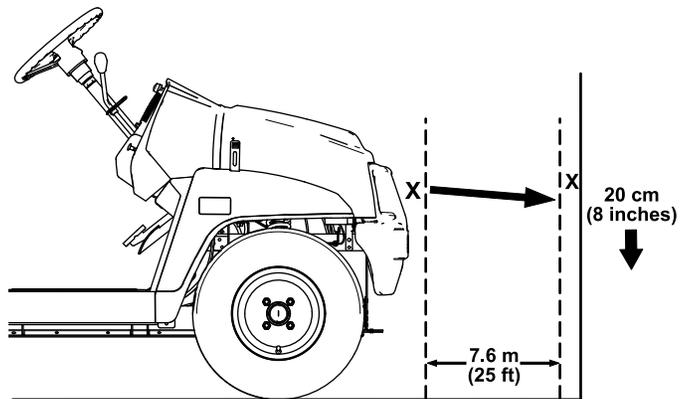

図 51
- 平らな場所で、ヘッドライトを壁に向け、ライトと壁の距離が 7.6 m 程度になるように駐車する 図 51。
ヘッドライトのビームの最も明るい部分が、壁に付けた印の約 20 cm 下を照らしていればよい 図 51。